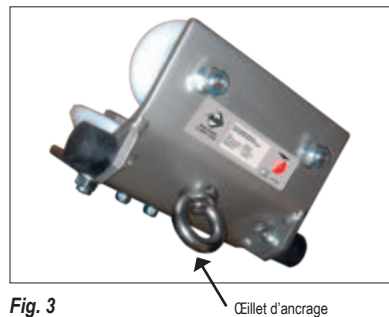

Fig. 3
1. Le chariot IKAR (Fig. 3) est fourni pré-monté et préréglé à la dimension de la trajectoire du rail de guidage.